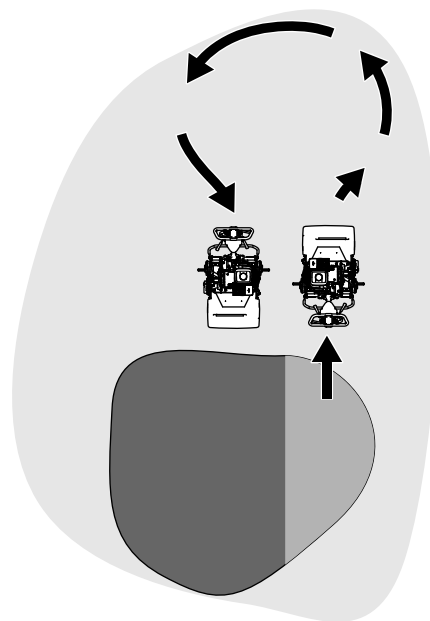

Bild 19
- Heben Sie die Mähspindel an (drücken Sie den Hebel nach unten) und wenden Sie tränenförmig auf der Antriebstrommel, wenn Sie die Maschine vom Grün fahren (Bild 19).
1. Den Antriebskupplungshebel am Getriebe (Bild 19) lokalisieren.